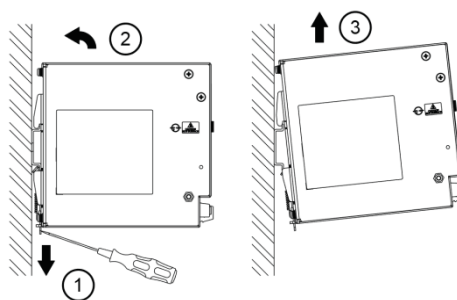

图. 6.2 拆卸
5. 拆卸时，先用螺丝刀卸下栓锁如图 6.2 所示，然后将电源反向滑出，松开栓锁后，从导轨上取下。